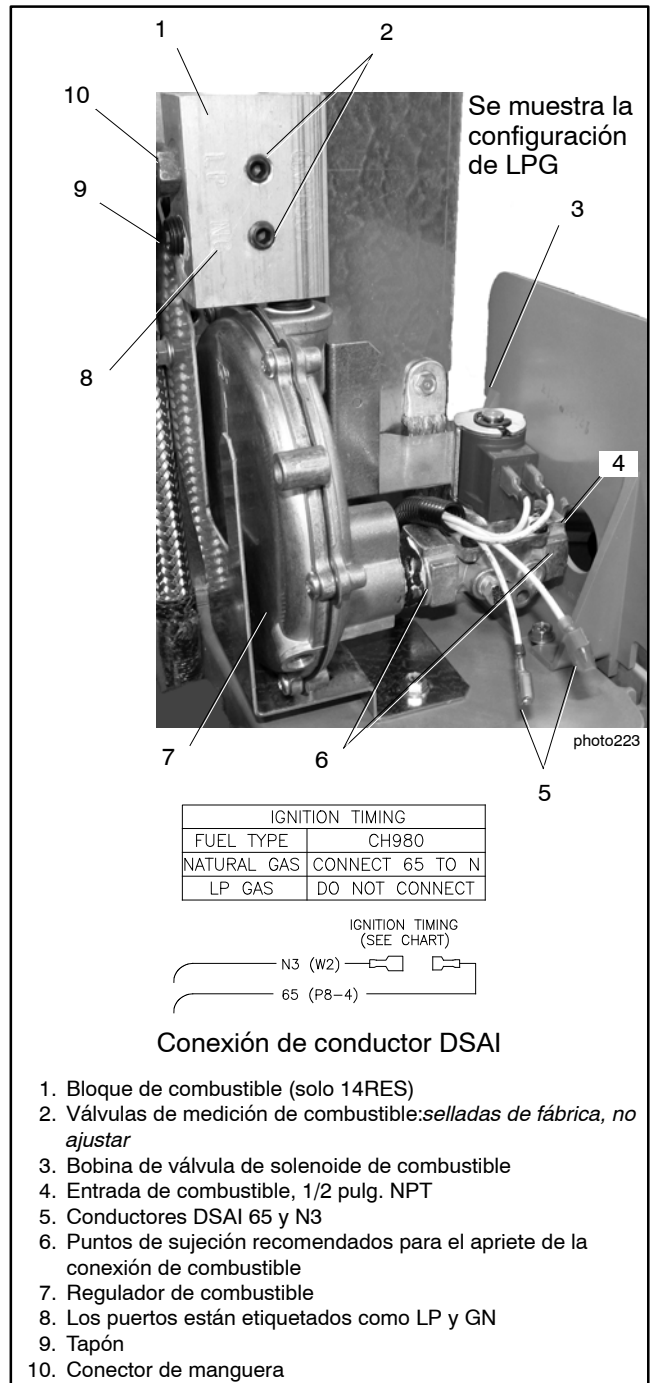

Figura 1-9 Sistema de combustible, 14RESA/RESAL equipado con bloque de combustible (construido antes del 26 de junio de 2014)
Nota: Los grupos electrógenos modelo 14RESA/RESAL construidos antes del 26 de junio de 2014 usan un bloque de combustible para la selección de tipo de combustible. Consulte Figura 1-9 y use las instrucciones de esta sección para la conversión de combustible.
Use el siguiente procedimiento para convertir desde gas natural (GN) a LPG. Consulte la Figura 1-9 para conocer la ubicación de los componentes del sistema de combustible.
5. Retire la abrazadera de manguera y la manguera de combustible desde el conector de la manguera en el bloque de combustible. Consulte la Figura 1-9.
6. Retire el conector de la manguera desde el puerto de salida de gas natural en el bloque de combustible. Consulte la Figura 1-9.
7. Retire el tapón desde el puerto de LP en el bloque de combustible. Consulte la Figura 1-9.
11. Desconecte los conductores 65 y N3 para LPG del encendido digital avanzado de bujías (DSAI). Los conductores del DSAI están ubicados cerca de la válvula de solenoide de combustible. Consulte la Figura 1-9.
Para convertir desde LG hacia gas natural, siga el anterior procedimiento de conversión de combustible, al mover el conector de la manguera hacia el puerto de gas natural y cerrar el puerto de LP. Conecte los conductores del DSAI para gas natural. Consulte la Figura 1-9.
Nota: Los grupos electrógenos modelo 14RESA/RESAL contruidos antes del 26 de junio de 2014 usan un bloque de combustible para la selección de tipo de combustible. Consulte Figura 1-9 y use las instrucciones de esta sección 1.8.1 para la conversión de combustible.